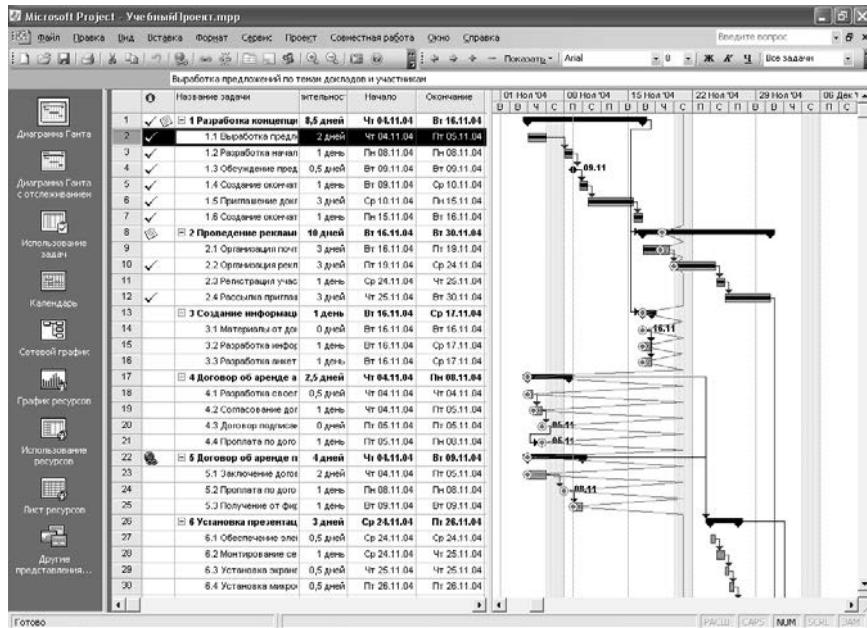

Рис. 54. Приклад діаграми Ганта по виконанню проекту
7. Натисніть на кнопку **OK** (рис. 54).